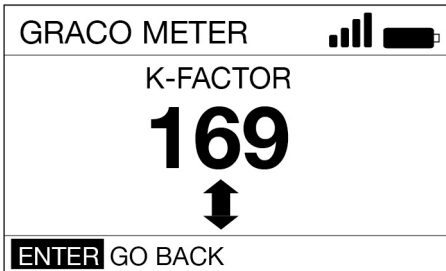

FIG. 26
8. Anote o FATOR K em exibição. No exemplo exibido na Fig. 26 o FATOR K é 169.